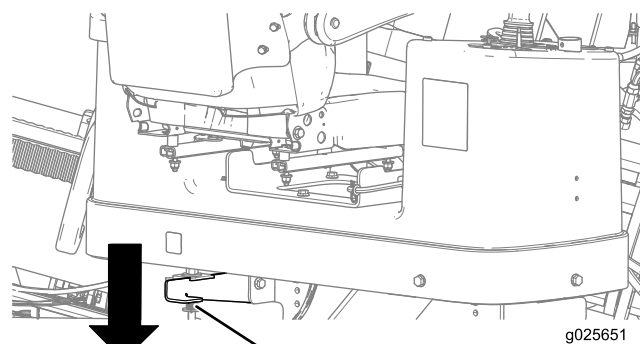

Figura 77
- Empurre para baixo a trava traseira de fixação da plataforma do operador e puxe a plataforma para fora até a posição desejada, certificando-se de que seja novamente travada nessa posição (Figura 77).